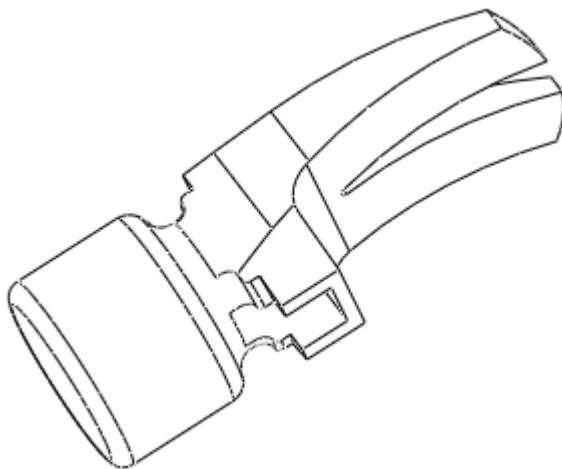

图 40-41
- (3) 单击草绘命令工具栏中的  按钮,返回拉伸特征操控板,调整材料的移出方向,单击  按钮,完成特征的建立,如图 40-41 所示。